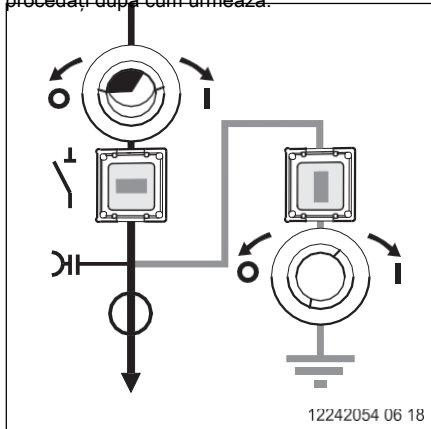

Fig. 43
**1** Poziția comutatorului cu secționatorul dezactivat și comutatorul de împământare activ (Fig. 43),